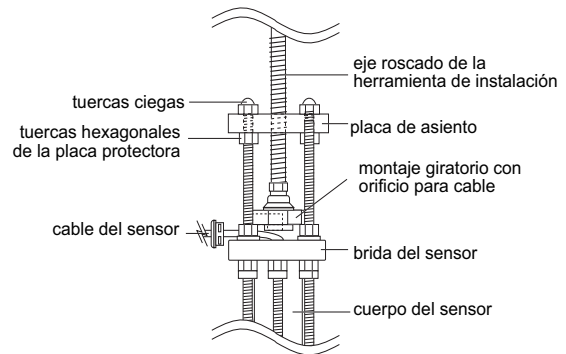

Fig. 11
- G. Colocar la placa de asiento de la herramienta de instalación girándola hasta que esté aproximadamente a 40 mm (1,6 pulg.) del montaje giratorio. Para montar la herramienta de instalación, colocar las varillas roscadas a través de los orificios de la placa de asiento, apoyando ésta sobre las tuercas hexagonales de la placa protectora. Verificar que las orejetas del montaje giratorio estén colocadas **entre** las varillas roscadas (y no sobre las varillas). Instalar las tuercas ciegas de la placa de asiento, y apretarlas para fijar la herramienta de instalación en su sitio (fig. 11).